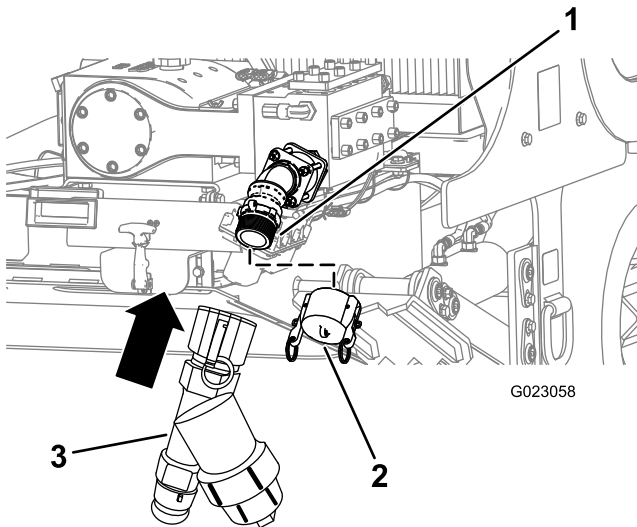

Figura 82
1. Retire el tapón de la entrada de la bomba (Figura 82).
2. Alinee el filtro en Y con la rosca de la bomba (Figura 82).